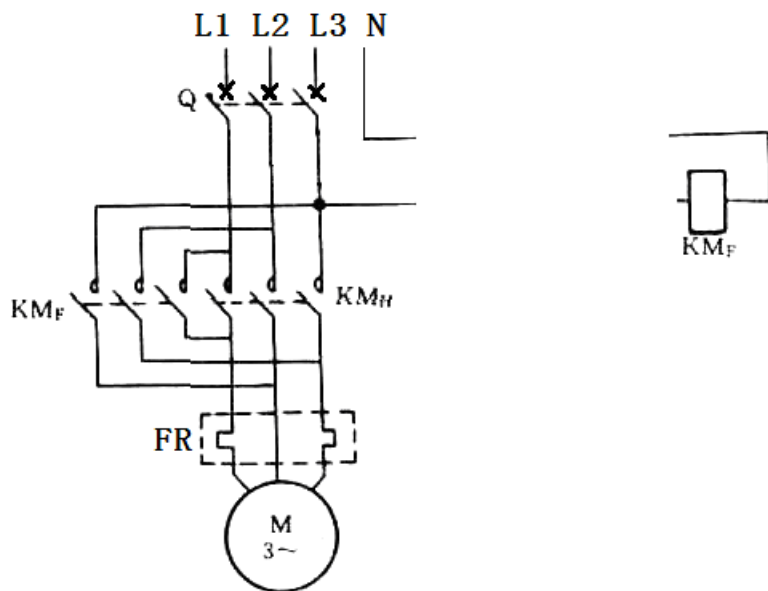

图 3 反转控制
4. 断开电源，反转控制电路并进行操作，要求课前设计实验电路，将电路补充在图 3 中。